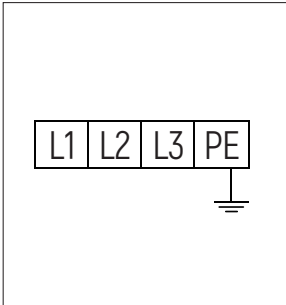

Рис. 6
- Соединение питающего провода: Подключить питающий провод трехфазной четырехпроводной системы мощностью 400V (кабель $3 \times 2,5 \text{ мм}^2 + 1 \times 1,5 \text{ мм}^2$) к пульту управления L1, L2, L3 и входной клемме. Заземляющий провод подключается к болту знака заземления, потом к болту знака заземления в нижней части двух платформ (рис. 6).